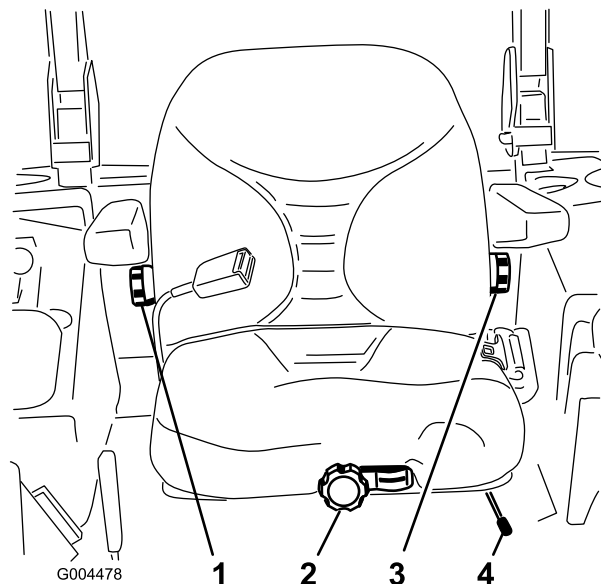

图13
1. 要调整座椅请横向移动控制杆打开座椅的锁定图13。
未坐在座椅上时可向前方任一方向旋动旋钮以提供最佳的舒适性图13。
要调节座椅靠背可向任一方向旋动位于右侧扶手下方的旋钮以提供最佳的舒适性图13。
要调节座椅靠背可向任一方向旋动位于左侧扶手下方的旋钮以提供最佳的舒适性图13。